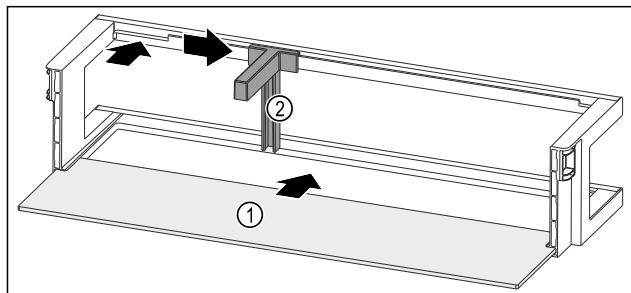

Fig. 135 Balconnet de contre-porte avec tablette de rangement
- Insérer la tablette de rangement Fig. 135 (1) dans les évidements latéraux.
- Insérer le range-bouteilles Fig. 135 (2) dans l'évidement.
- Pousser le range-bouteilles Fig. 135 (2) sur le côté en position souhaitée.